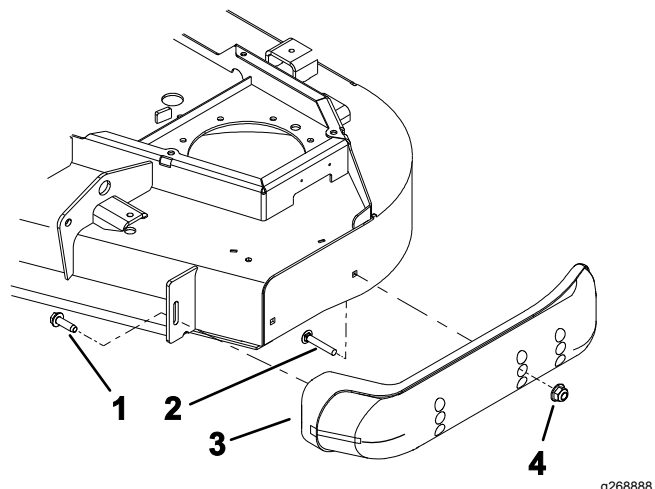

図 12
3. 各スキッドの前にあるねじをゆるめる 図 12。
5. 各スキッドを希望位置に合わせて、フランジヘッドボルトとナットで固定する 図 12。